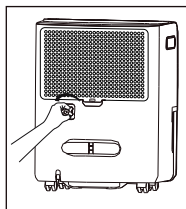

fig. 1
- Dévissez le bouchon de purge à l'arrière de l'unité. (fig. 1)